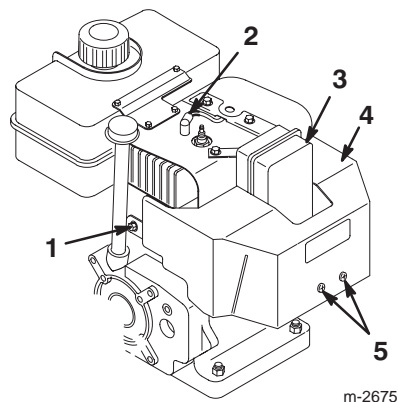

Figure 24
Avant d'utiliser la déneigeuse par une température extérieure supérieure ou égale à 4°C, déposez la boîte de chauffage (Fig. 24).
1. Débranchez la bougie et éloignez le capuchon pour éviter tout risque de contact accidentel (Fig. 24).
4. Enlevez les fixations de la boîte de chauffage du carburateur (Fig. 24).